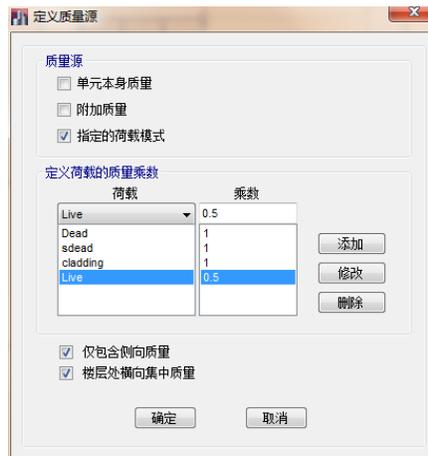

图 4-6 定义质量源对话框
1. 点击菜单：**定义>质量源** 命令，弹出如图 4-6 所示的**定义质量源**对话框。